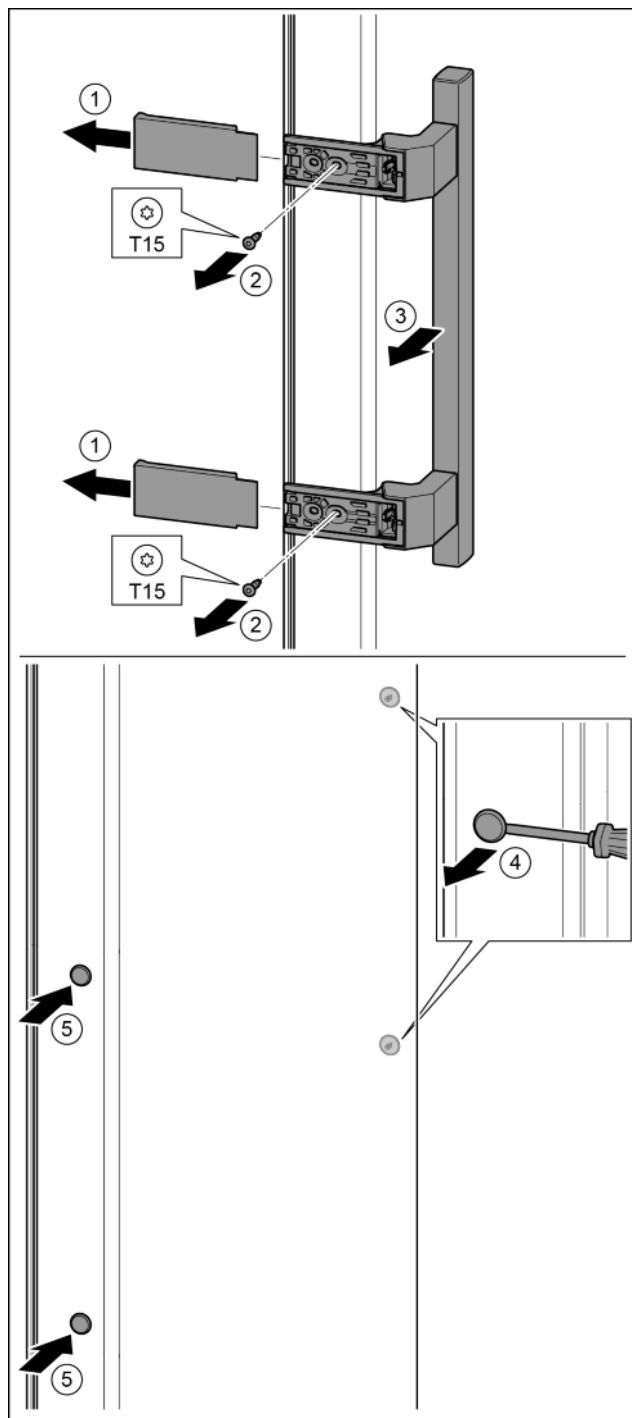

Fig. 16
- Afdekking eraf trekken. Fig. 16 (1)
- Schroeven met schroevendraaier T15 eruit draaien. Fig. 16 (2)
- Greep eraf halen. Fig. 16 (3)
- Zijdellingse stop voorzichtig met een sleufschroevendraaier optillen en eruit trekken. Fig. 16 (4)
- Stop op de andere kant weer aanbrengen. Fig. 16 (5)